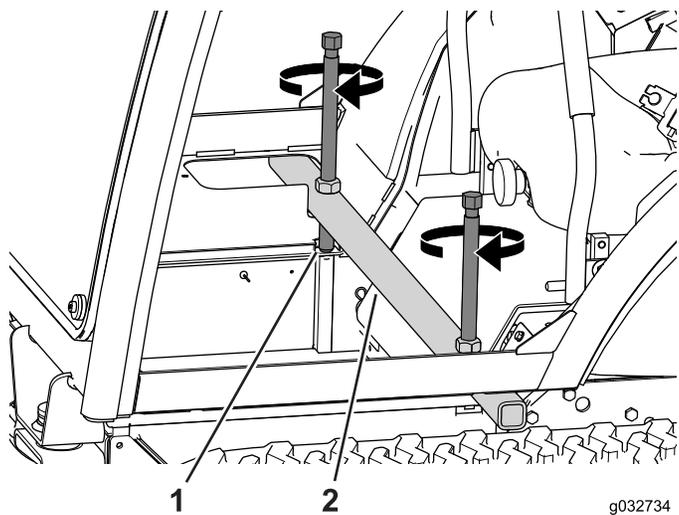

Figura 113
- Posizionate la barra di sollevamento attraverso il telaio della cabina (Figura 113).
4. Alternate l'avvitamento delle viti di sollevamento, qualche giro per volta, fino a quando la cabina non ruota in avanti (Figura 113).